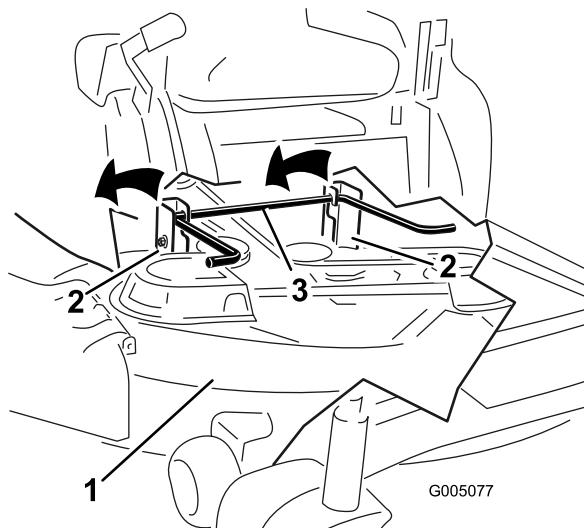

Figura 66
- 7. Alzate il tosaerba e i supporti di sostegno dall'asta di sollevamento posteriore e abbassate con cautela il tosaerba al suolo (Figura 66).
5. Alzate la parte posteriore del piatto di taglio e guidate i supporti di sospensione lungo l'asta di sollevamento posteriore (Figura 66).